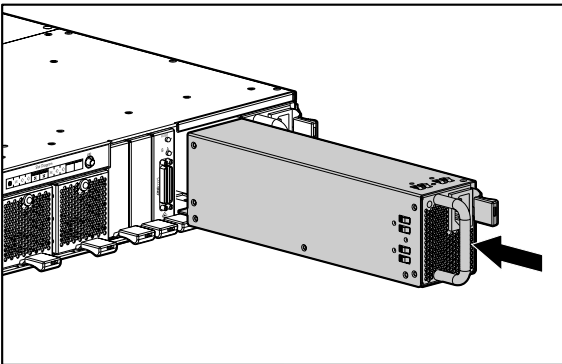

Figura 8: Installazione dell'alimentatore
2. Installare l'alimentatore di sostituzione premendo la levetta del modulo dell'alimentatore verso sinistra e inserendo la base finché il gruppo non risulterà correttamente posizionato all'interno del contenitore, come illustrato nella Figura 8.